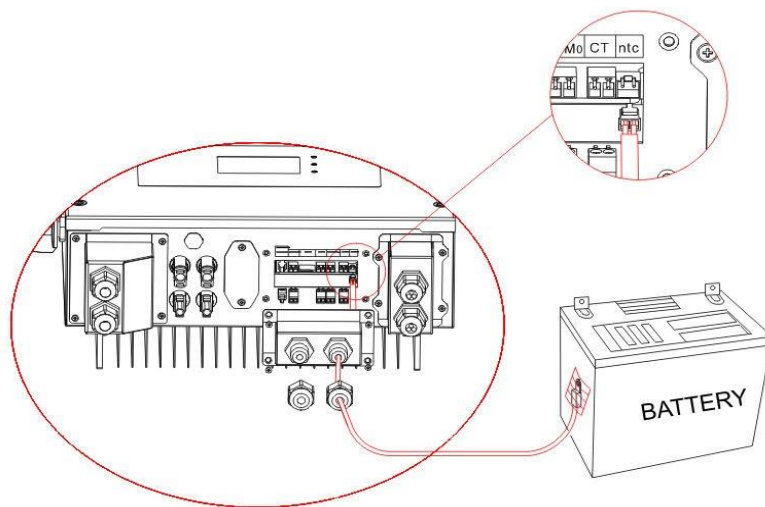

Fig. 13 Connexion NTC
**Étape 7 :** connectez le NTC pour les batteries au plomb uniquement : effectuez le NTC sur la surface de la batterie avec le ruban adhésif, le NTC ne peut pas se rapprocher des bornes positive et négative de la batterie, comme indiqué sur la figure 13